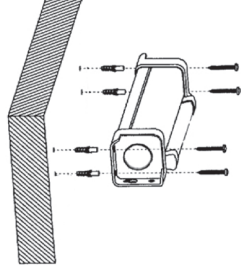

Рис. 3
- крепление на потолок: прикрутите экран шурупами за крепежные отверстия, как показано на рис. 3